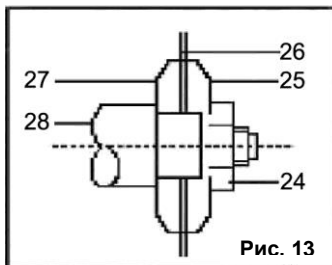

Рис. 13
- Двумя гаечными ключами (поставляемыми в комплекте) ослабить (левосторонняя резьба) гайку (24, Рис.13)
- Снять внешний фланец (25, Рис.13), затем – режущий диск (26,)